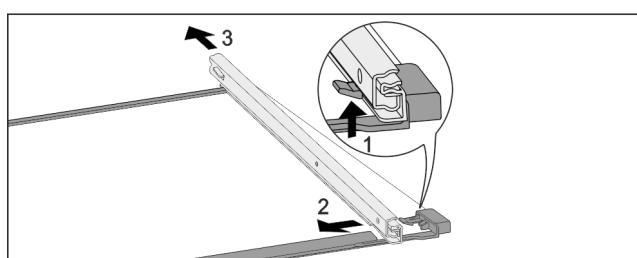

Fig. 148 Скляна пластина з рейками
- Натиснути передній гачок-фіксатор вгору. Fig. 148 (1)
- Виштовхніть виїзну рейку в сторону Fig. 148 (2) та назад Fig. 148 (3).